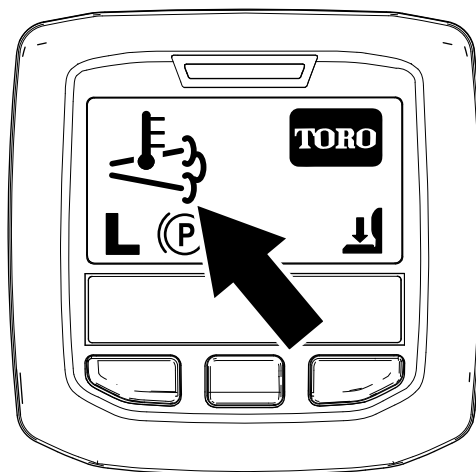

Figura 46
- O ícone da temperatura de escape elevada surge no InfoCenter (Figura 46).